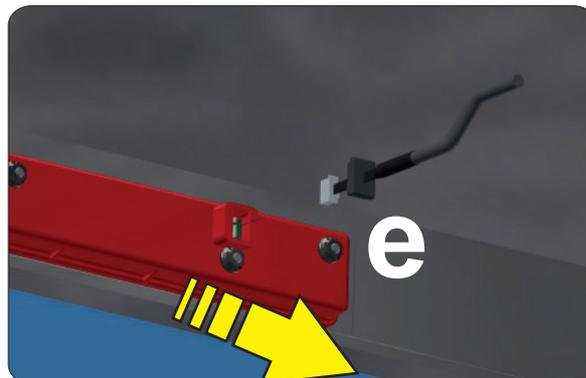

Fig. 22
- Déconnecter le câble de l'écran (position **e** - voir **Fig. 22**).